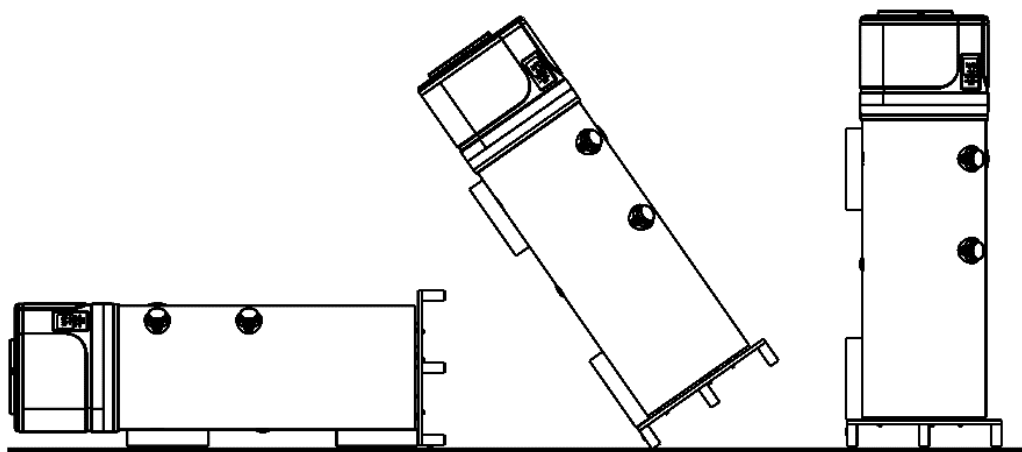

Fig. 2a;
Urmăriți pașii descriși la montarea celor trei tocuri de sprijinire (fig. 2a):
- Puneți aparatul în poziție culcată, așa cum se arată în fig. 2a;